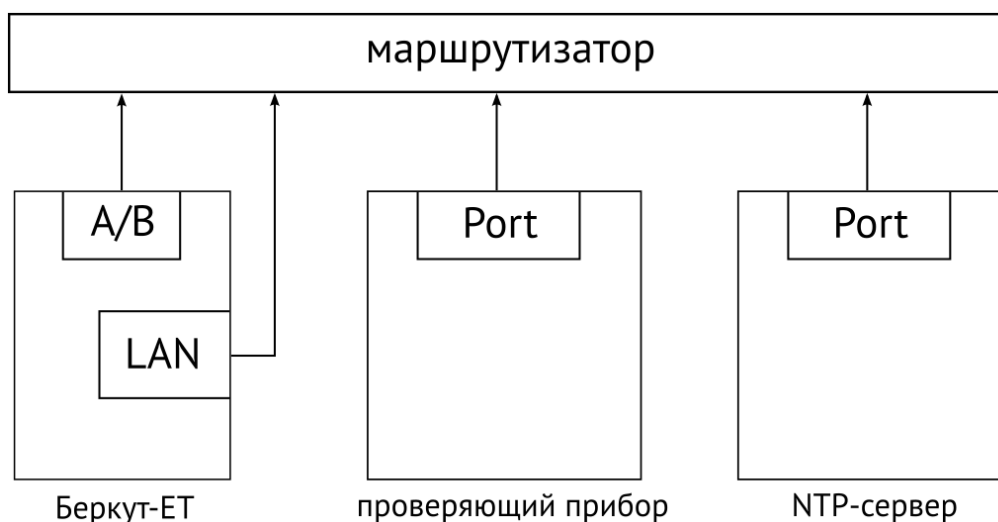

Рисунок 26.2. Схема подключения приборов для проверки выполнения требований по расхождению шкалы времени
- 2.2. Подключить порт А (В) и порт LAN Беркут-ЕТ к маршрутизатору (см. рис. 26.2).
- 2.4. Подключить проверяющий прибор с установленным NTP-клиентом к маршрутизатору (см. рис. 26.2).
Примечание. На рис. 26.2 приведена общая схема подключения Беркут-ЕТ без учета особенностей подключения проверяющего прибора.